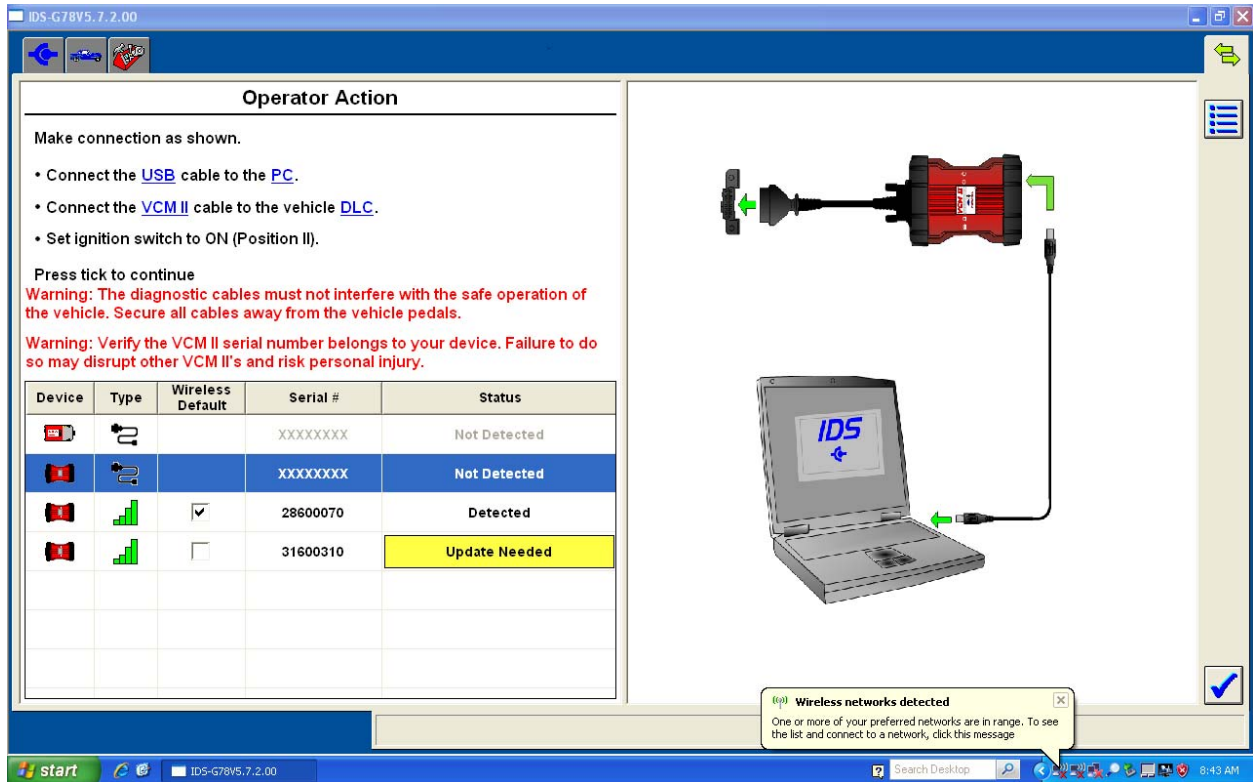

FIGURA 22: SELECCIÓN DEL MÓDULO DE COMUNICACIONES DEL VEHÍCULO INALÁMBRICO
4. Seleccione un **Icono de estado VCM II** inalámbrico que tenga el estado “Detectado”, como se muestra en la FIGURA 22.